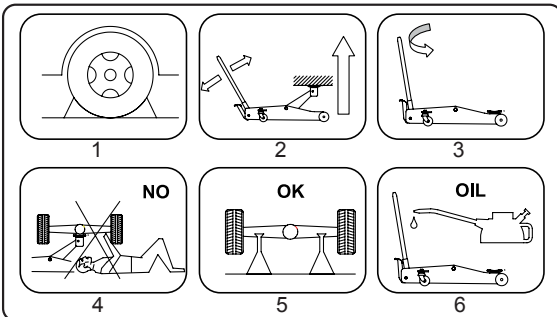

Fig. 05
- Make sure that no person stays in the car that will be lifted. Turn off the engine and put on the handbrakes of the car. Use wedges to prevent the car from moving (Fig.05(1)). Do not get into the car and do not turn the engine on.
- Always position the lifting jack in such a way that it cannot be operated from underneath the car (Fig.05(4)).
- Use the lever rod or the foot pedal to bring the lifting device to the desired height (Fig.05 (2)). Make sure that the hydraulic valve is closed. For this purpose it is necessary to fasten the lever rod clockwise. Please note, that the foot pedal is mainly used to bridge the no-load stroke.
- In order to lower the load turn the lever rod slowly anticlockwise (Fig.05(3)).
⚠ WARNING Never use the lifting jack in order to move the car or to leave it lifted. Always use chassis stands (Fig.05(5)).
- Stellen Sie sicher, dass sich niemand in dem anzuhebenden Fahrzeug befindet. Stellen Sie den Motor ab und ziehen Sie die Handbremsen des Fahrzeugs an. Verwenden Sie Keile, um eine Bewegung des Fahrzeugs zu verhindern (Fig.05(1)). Steigen Sie nicht ins Fahrzeug ein und starten Sie nicht den Motor.
- Den Wagenheber immer so positionieren, dass dessen Bedienung von unterhalb des Fahrzeugs ausgeschlossen ist (Fig.05(4)).